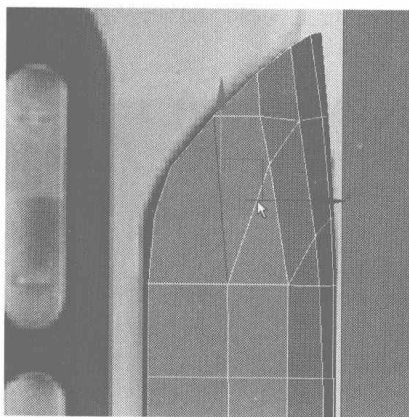
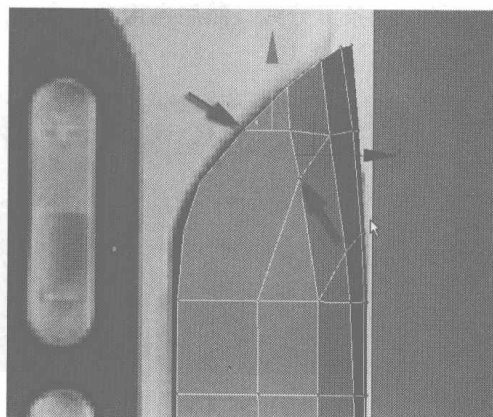

图 4.43
图 4.44
- 07** 利用 Remove 命令继续将如图 4.43 所示的边线删除，再选择如图 4.44 所示的节点，利用 Connect 命令为其添加一条细分线。